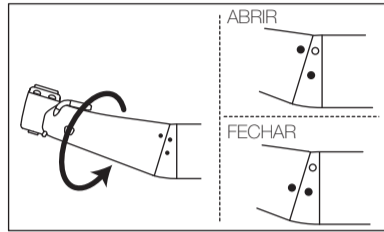

Fig. 11
- 4) Rode a cabeça na direção do símbolo ● até prender com um clique (Fig. 11).
Ao montar a peça de mão no motor, confirme que o símbolo ● na peça de mão está alinhado (Fig. 11). Se a peça de mão for montada no motor com o símbolo desalinhado, não será possível montá-la corretamente no motor ou a cabeça pode soltar-se.